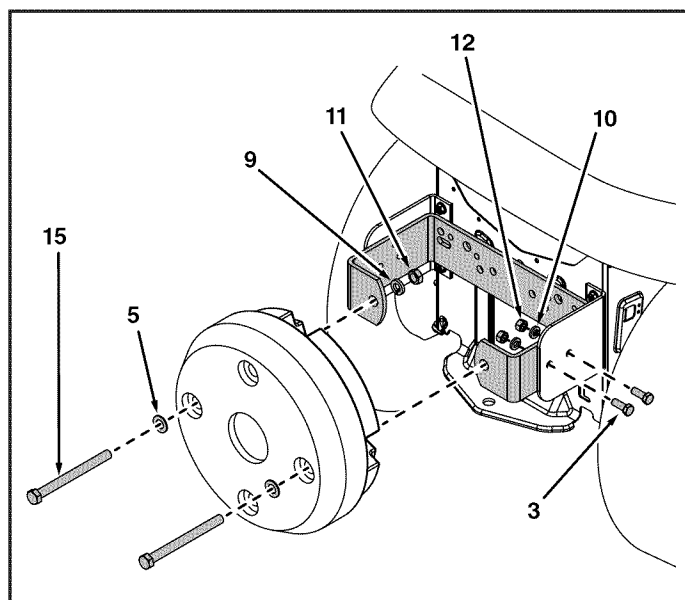

FIGURE 7
3. Montez le contrepois sur son support (1) à l'aide de deux boulons hexagonaux de 1/2 x 5-1/2 po (15), de deux rondelles de 1 po diam. ext. (5), de deux rondelles de blocage de 1/2 po (9) et de deux écrous hexagonaux de 1/2-13 (11). Serrez fermement. Voir la figure 7.